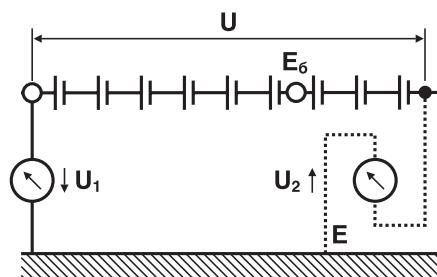

Рис. 10
3.3.2. Измерение с помощью вольтметра. (рис. 10).